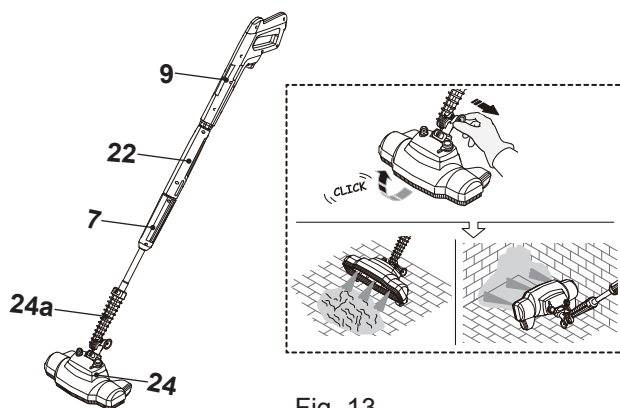

Fig. 13
4. Ajuste firmemente a lança de extensão curta (22) girando a luva (22b) no sentido horário (etapa 3).
5. Alinhe e insira as linguetas (7a) da lança de extensão (7) nas ranhuras da porta de conexão da lança de extensão curta (22) (passo 4).
6. Ajuste firmemente a lança de extensão (7) girando-a no sentido horário para travá-la no lugar (etapa 5). Certifique-se de que a seta na lança de extensão curta esteja alinhada com a seta na lança de extensão.
7. Prenda a escova varredora (24) na lança extensora (7) (Fig. 13).